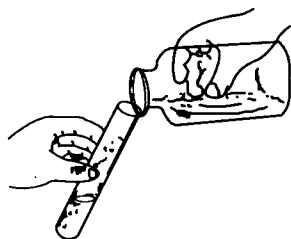

图7 平顶瓶塞试剂瓶的操作法
(1) 从平顶瓶塞试剂瓶中取用试剂的方法是:先取下瓶塞把它仰放在台上。用左手的大拇指、食指和中指拿住容器(如试管、量筒等),用右手拿起试剂瓶并注意使试剂瓶上的标签对着手心,倒出所需量的试剂,倒完后,应该将试剂瓶口在容器上靠一下,再使瓶子竖直,这样可以避免遗留在瓶口的试剂流到试剂瓶的外壁(图7)。必须注意,倒完试剂后瓶塞立刻盖在原来试剂瓶上,把试剂瓶放回原处,并使瓶上的标签朝外。
(2) 从滴瓶中取少量试剂的方法:瓶上装有滴管的试剂瓶称为滴瓶,滴管上部装有橡皮头,下部为细长的管子。试用时,提起滴管,使管口离开滴面,用右手拇指紧捏橡皮头,以赶出滴管中的空气,然后把滴管伸入试剂瓶中,放开手指,吸入试剂并滴入试管或烧杯中。